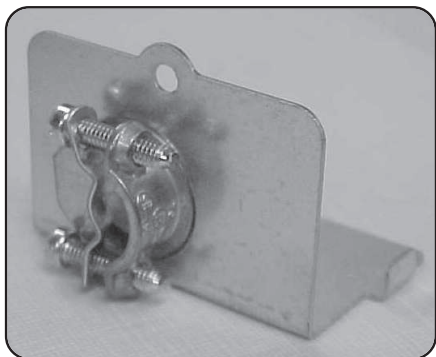

Figure 26/Ilus. 26
- 1) Retrieve the strain relief plate, and install a strain relief (not supplied) into the opening on the strain relief plate. NOTE: Orient the strain relief as shown in Figure 26.
- 1) Retirer la plaque de réducteur de tension et installer un réducteur de tension (non fourni) sur l'ouverture de la plaque de réducteur de tension. REMARQUE : Orienter le réducteur de tension comme à la figure 26.
- 1) Recoja la placa de alivio de presión e instale un dispositivo de alivio de presión [*strain relief*] (algo que no proporcionamos) en la apertura de la misma placa. NOTA: Acomode el alivio de presión tal como indica en la Ilustración 26.